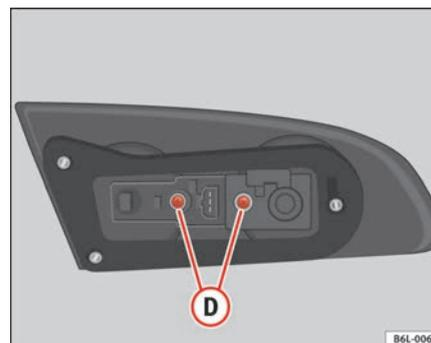

Fig. 164 Accès à la lampe
- Dévisser les vis (D) ⇒ fig. 164 et extraire le porte-lampes.